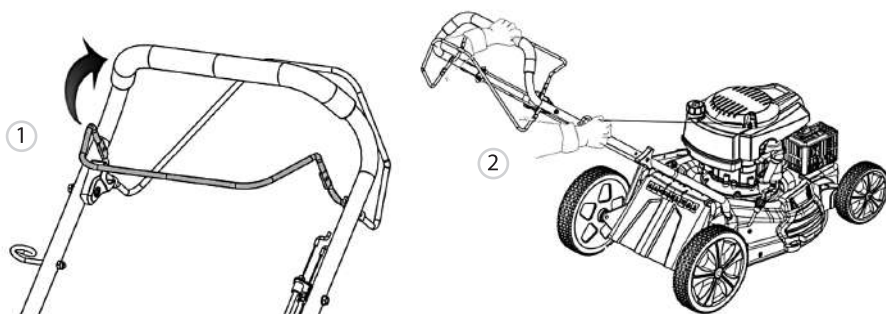

Рис. 7
4. Зажмите рычаг привода ножа 1 (рис. 7), медленно вытащите шнур ручного стартера, пока не почувствуете сопротивление, а затем быстро потяните его (2, рис. 7). Повторите данный процесс несколько раз до запуска двигателя.